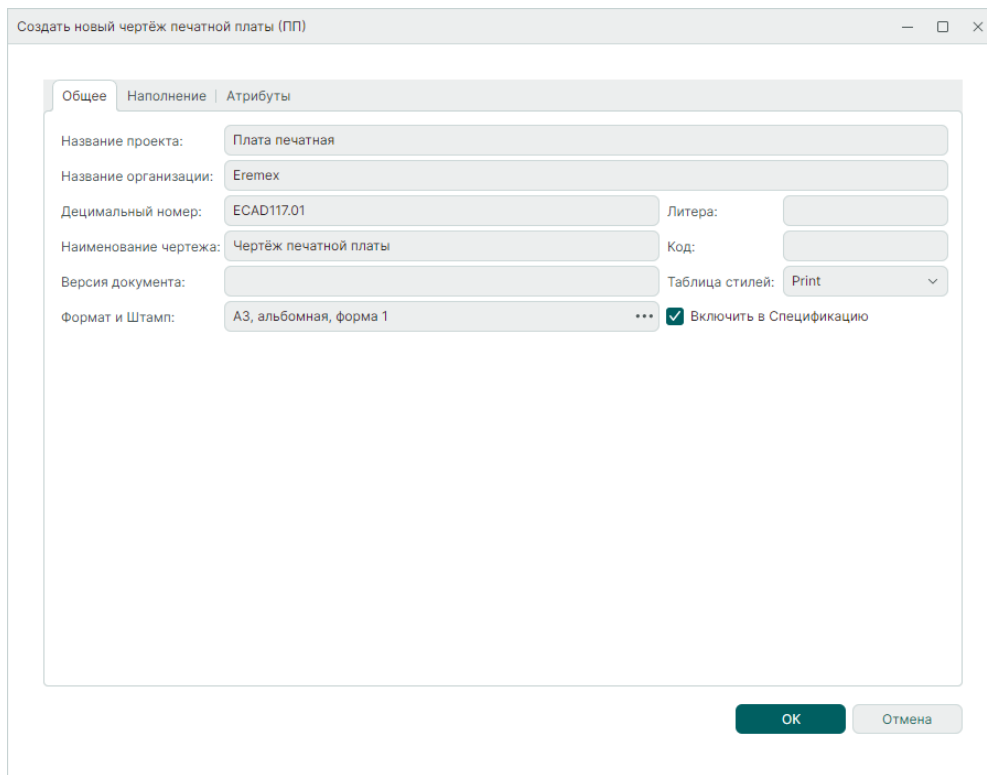

Рис. 67 Окно «Создать новый сборочный чертеж». Вкладка «Общее»
3. Во вкладке «Общее» окна «Создать новый сборочный чертеж» введите значения, которые впоследствии будут отображены в таблице штампа рамки в соответствующих полях, см. Рис. 67.